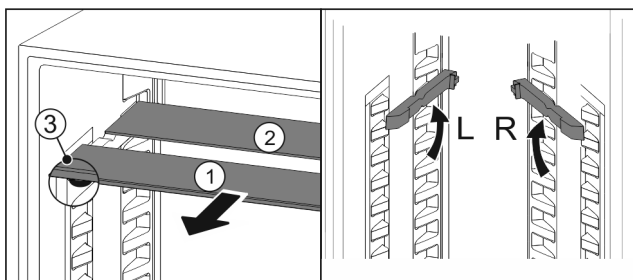

Fig. 139
- ▶ 将玻璃隔板逐个向前拉出 Fig. 139 (1)。
- ▶ 带装饰条的玻璃隔板 Fig. 139 (1)在前。
- ▷ 阻挡装置 Fig. 139 (3)指向下方。